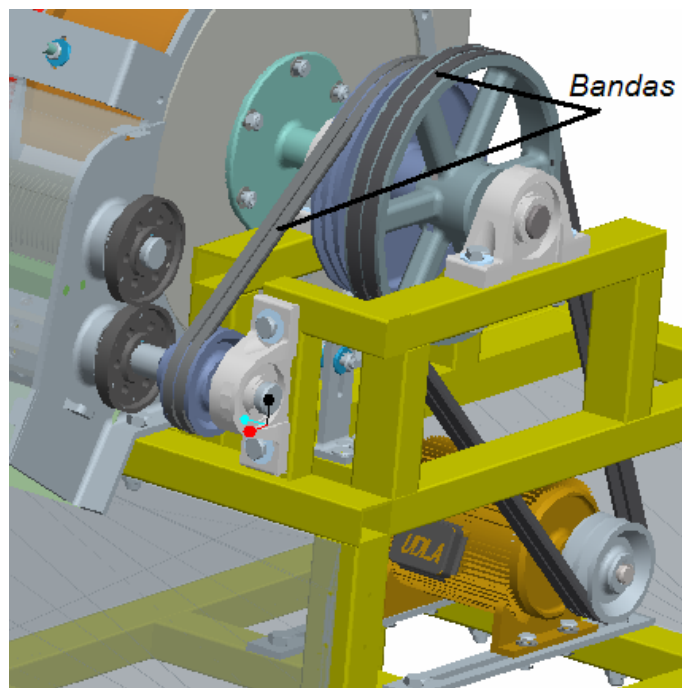

Figura B.7 Bandas montadas al sistema de transmisión.
3.-Verificar que las bandas estén en buen estado y bien tensas cada 80 hrs de servicio (ver figura B.7).